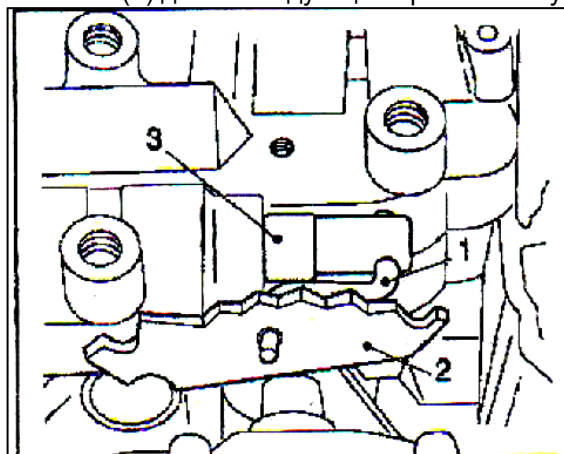

Рис.1
10. Отсоедините тягу (1) ручного клапана (3) от рычага стояночного тормоза (2) (см. рис.1).